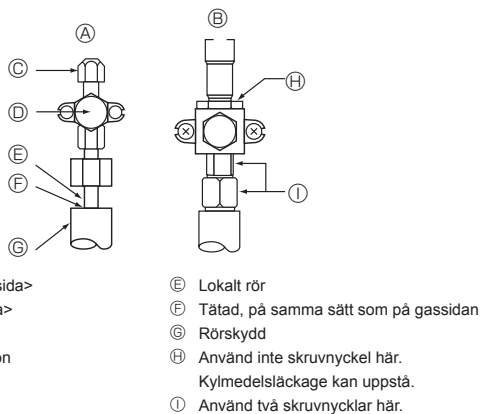

Fig. 4-5
4.4. Provmetod för att kontrollera om köldmedelsrören är lufttäta (Fig. 4-5)